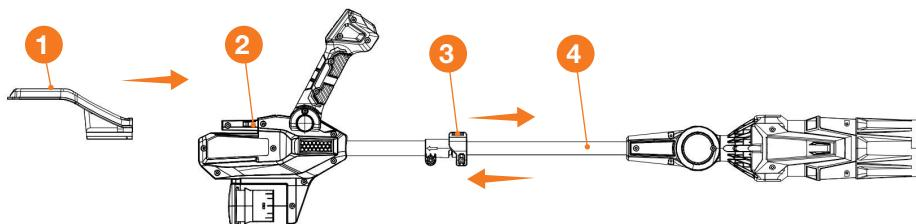

Рис. 2
- Установите упор для руки ① в задней части корпуса воздуходувки ②.
- Установите необходимую длину телескопической трубы. Ослабьте зажим ③ телескопической трубы ④ и выдвиньте ее на необходимую длину. Затяните зажим ③ для фиксации (Рис. 2).